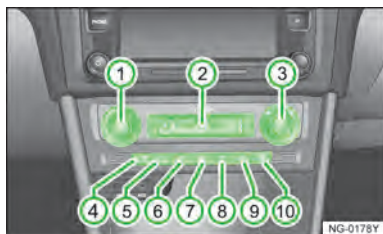

图 123
- 按下自动模式按钮 AUTO **5**，图 123，在显示器中显示相应图标。